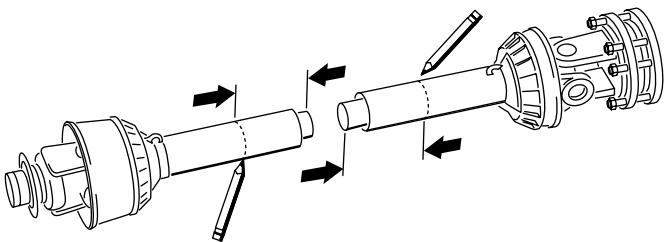
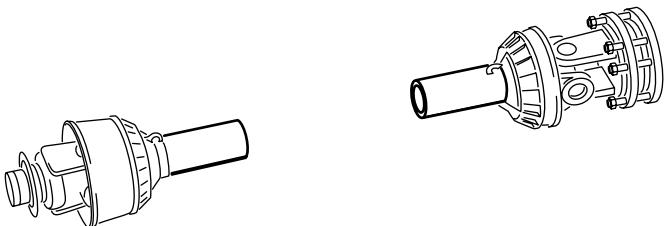

Figura 18
Figura 19
13. Utilize as dimensões determinadas no passo 8, localize, marque e corte a proteção e o tubo de cada metade da tomada de força (Figura 18 e Figura 19).